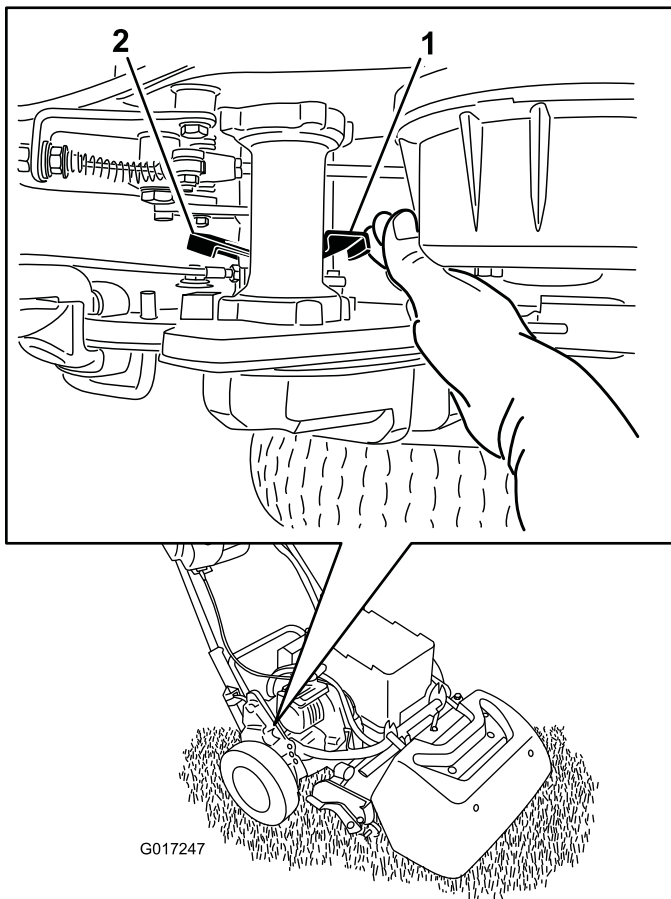

Bild 33
1. Rechts hinten an der Maschine neben der Antriebsgehäusetrommel befindet sich der Hebel zum Ein-/Auskuppeln des Fahrtriebs (Bild 33).